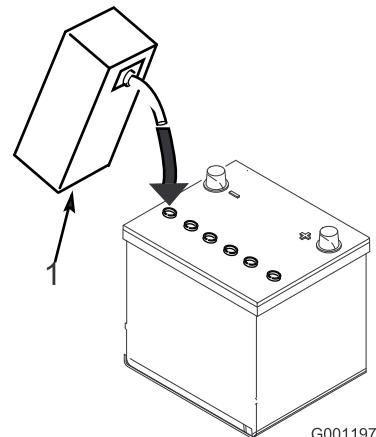

Figure 4
3. Versez de l'électrolyte avec précaution dans chaque élément jusqu'à ce les plaques soient recouvertes par environ 6 mm (1/4 po) de liquide (Figure 4).
4. Attendez environ 20 à 30 minutes que les plaques aient le temps de s'imprégnier d'électrolyte. Faites l'appoint au besoin pour que le niveau de liquide monte à 6 mm (1/4 po) en dessous du creux de remplissage (Figure 4).